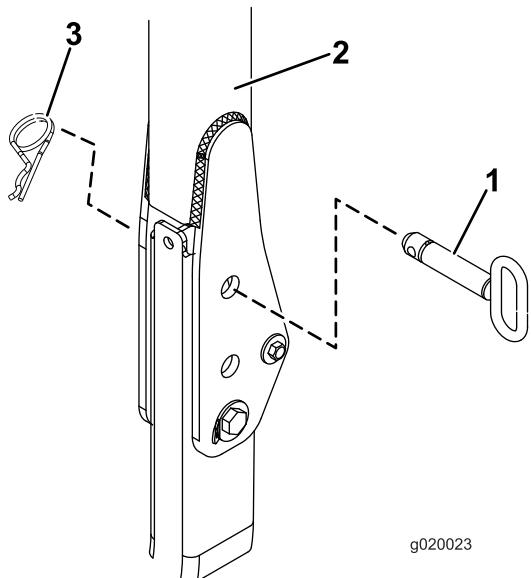

Bild 29
2. Für Zugmaschinen des Typs **Reelmaster 3555 und 3575**, springen Sie zu Schritt 10. An allen anderen Modellen klappen Sie den Überrollbügel hoch und entfernen Sie die Splinte und die zwei Stifte (Bild 29).